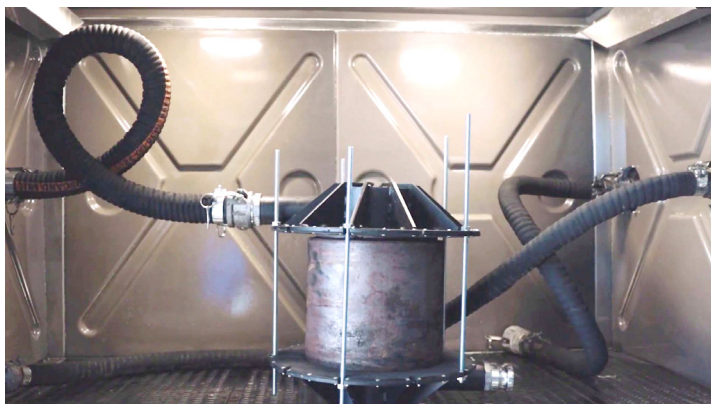

Рисунок 30
- Подключите **ко входу фильтра** шланг от модуля MS900A (рис. 30).